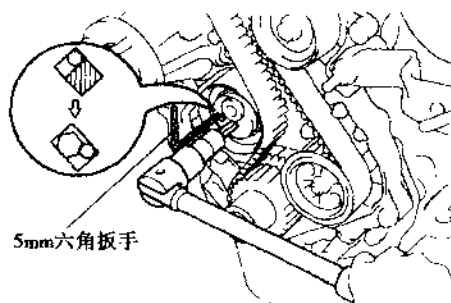

图 1-1-8 插入 5mm 六角扳手
④确认四方窗内的销子移动后, 插入 5mm 六角扳手(见图 1-1-8)。